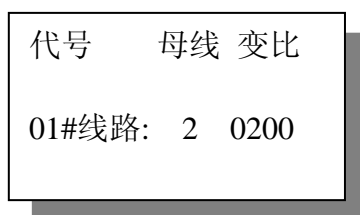

图 5.20
g) “CT 变比”：设置每一条线路的 CT 变比值；实际变比值为设置值比 5，例如设置值为 300 则实际的变比值为 300/5。每一条线路的 CT 变比出厂设置值为 200/5。如图 5.20 所示：